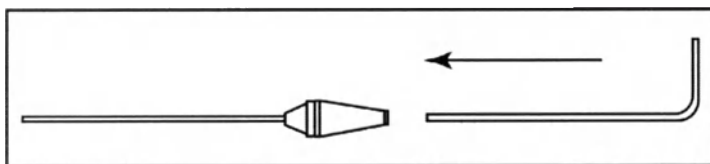

Рис. 1. Введение стилета для заключения в оболочку через полость в носовом конусе
11. Аккуратно вставьте стилет для ввода в оболочку в полость носового конуса, как показано на рис. 1, и погрузите клапан обратно.